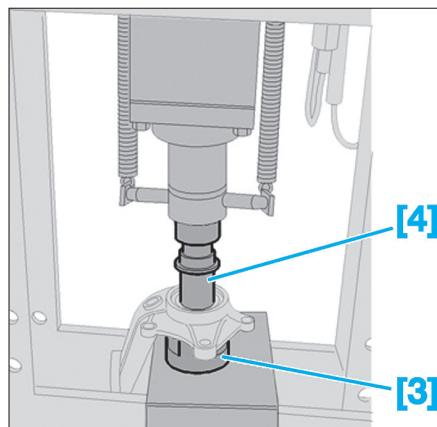

Fig. 37
- Placer l'outil [3] sur le tablier de la presse (Fig.37).